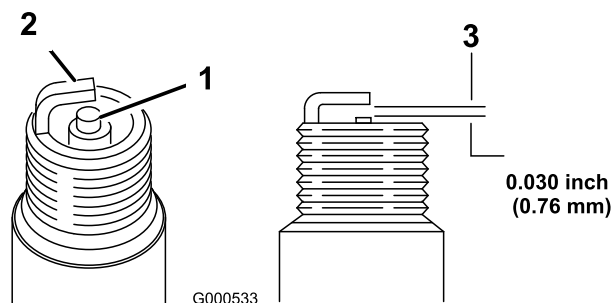

Bild 31
8. Stellen Sie den Elektrodenabstand auf 0,76 mm ein (Bild 31).